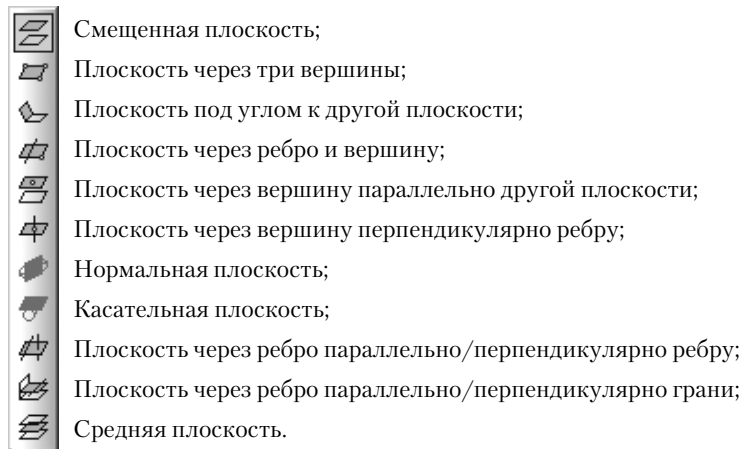

Рис. 8.1. Расширенная панель инструментов  – **Вспомогательная геометрия**
- щелкните по второй кнопке в панели инструментов – кнопки с изображением плоскости, например, такой  и держите нажатой левую кнопку мыши. Появится всплывающая (расширенная) панель инструментов с кнопками для построения различных вспомогательных плоскостей, показанная на рис. 8.1 и включающая большой набор кнопок:
- щелкните на **Компактной панели** по кнопке-переключателю  – **Вспомогательная геометрия**, а затем по второй кнопке в панели инструментов – кнопки с изображением плоскости и держите нажатой левую кнопку мыши. Появится всплывающая (расширенная) панель инструментов с кнопками для построения различных вспомогательных плоскостей (см. рис. 8.1);
- щелкните на **Компактной панели** по кнопке-переключателю  – **Вспомогательная геометрия**, а затем по второй кнопке в панели инструментов и держите нажатой левую кнопку мыши. Появится расширенная панель инструментов с кнопками для построения различных вспомогательных плоскостей (см. рис. 8.1);